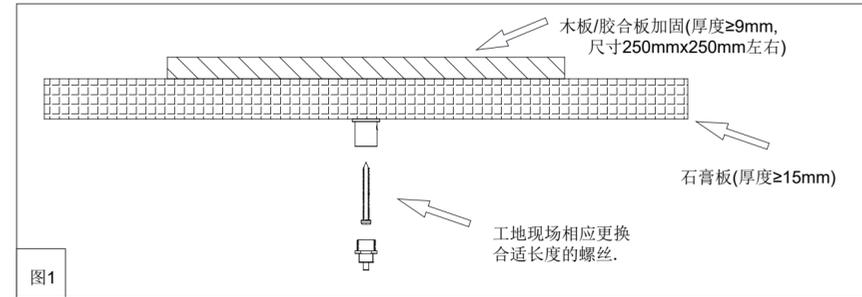

图1
- B、石膏板吊顶,厚度≥15mm (且安装时部需要用木板加固, 如下图1)